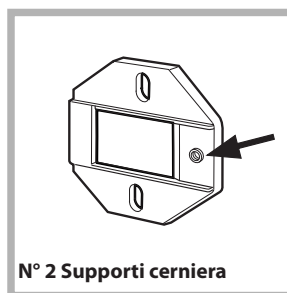

Fig. 1
- Montare i supporti cerniera alla facciata posizionando il foro indicato da una freccia nella fig. 1 verso l'interno della facciata interponendo un distanziale (fig. 4/B), utilizzando le viti tipo C.